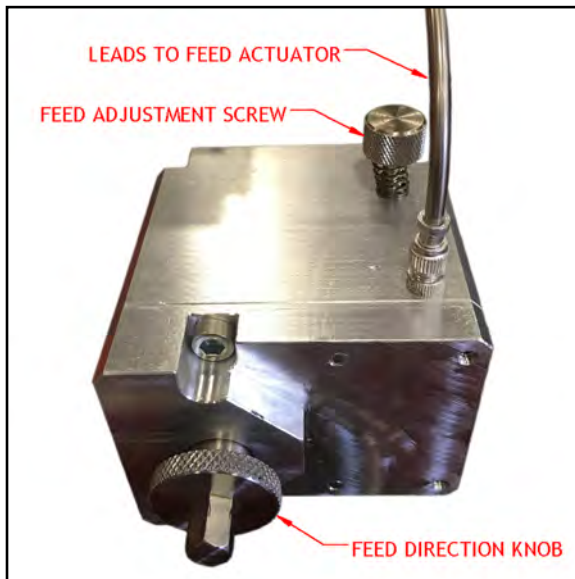

ABBILDUNG 4-6. EINSTELLSCHRAUBE FÜR VORSCHUB UND KNOPF FÜR DIE RICHTUNG DES VORSCHUBS
1. Schalten Sie die Vorschubeinheiten aus (siehe Abbildung 4-6).